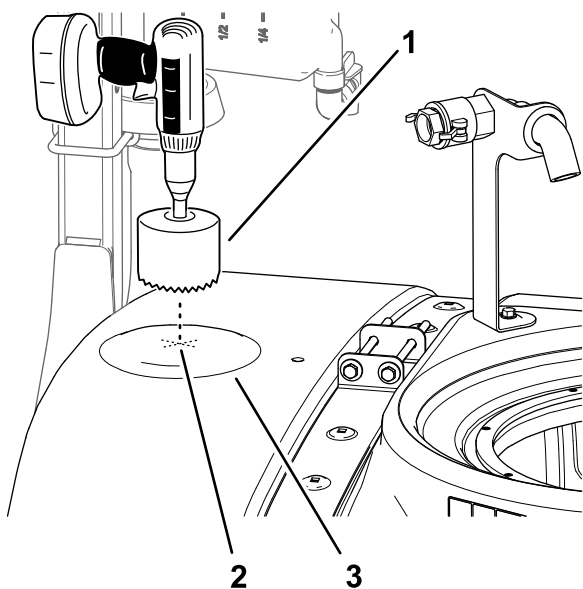

Figure 27
2. Localisez l'emplacement avant sur le haut de la cuve, comme montré à la Figure 27.
3. Utilisez une scie-cloche de 9 cm pour percer un trou sur le repère de perçage (Figure 27).